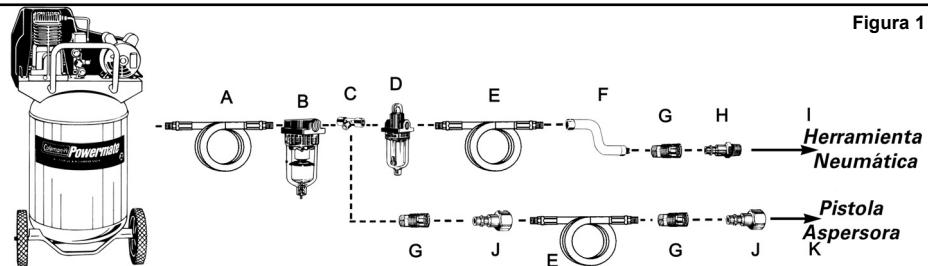
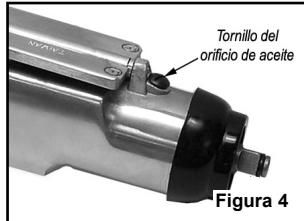

Figura 1
Figura 4
- Conecte la herramienta al acoplador rápido de la manguera de aire. **NOTA: Se recomienda utilizar una manguera de conexión flexible con un cabezal giratorio (P012-0079SP - no incluida) para evitar que la manguera de aire se doble, enrosque o gaste demasiado (ver ítem "F" en la figura 1 para las conexiones recomendadas).**
Para conservar el funcionamiento óptimo de la herramienta neumática, debe ser lubricada cada vez que se utiliza. Las partículas, el polvo, el óxido y los residuos de aceite se acumulan dentro de la herramienta y reducen su desempeño. Se recomienda utilizar un engrasador en línea para una lubricación automática adecuada de la herramienta (ver Figura 1). Si no dispone de un engrasador en línea, puede lubricar la herramienta de forma manual a través del orificio de entrada (ver Figura 4).
2. Quite el tornillo del orificio del aceite ubicado frente a la palanca de dirección hacia adelante/inversa (ver Figura 4).